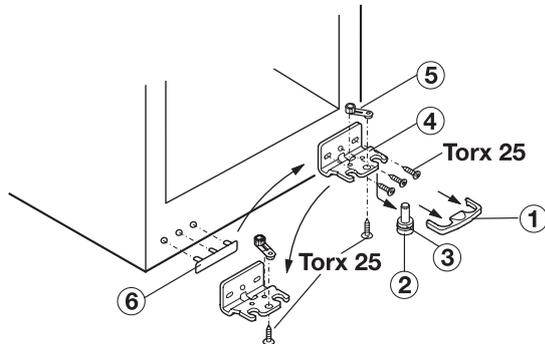

Fig. 1
- Retirez le couvercle fig.1 (1) du bas vers l'avant.
- Retirez le pivot fig.1 (2) vers le bas et vers l'avant.
- Prenez garde à la bague de la charnière fig. 1 (3).
- Dévissez le support de palier fig.1 (4)
- Dévissez la pièce du palier fig.1 (5) et placez-le dans le logement opposé, vissez-le fermement.
- Soulever l'habillage côté poignée fig. 1(6) et posez-le.
- Vissez à nouveau le support de palier fig. 1 (4) sur le nouveau côté de la charnière.
- Remplacez le pivot fig. 1 (2) du bas à l'aide du manche de la charnière fig. 1 (3) dans le support de palier et le palier de la porte.
- Eventuellement, positionnez la porte au-dessus des deux bagues longitudinales dans le support de palier fig. 1 (4) en alignement avec le boîtier de l'appareil, puis serrez les 3 vis fermement.
- Insérez à nouveau l'habillage de la fig. 1 (1).